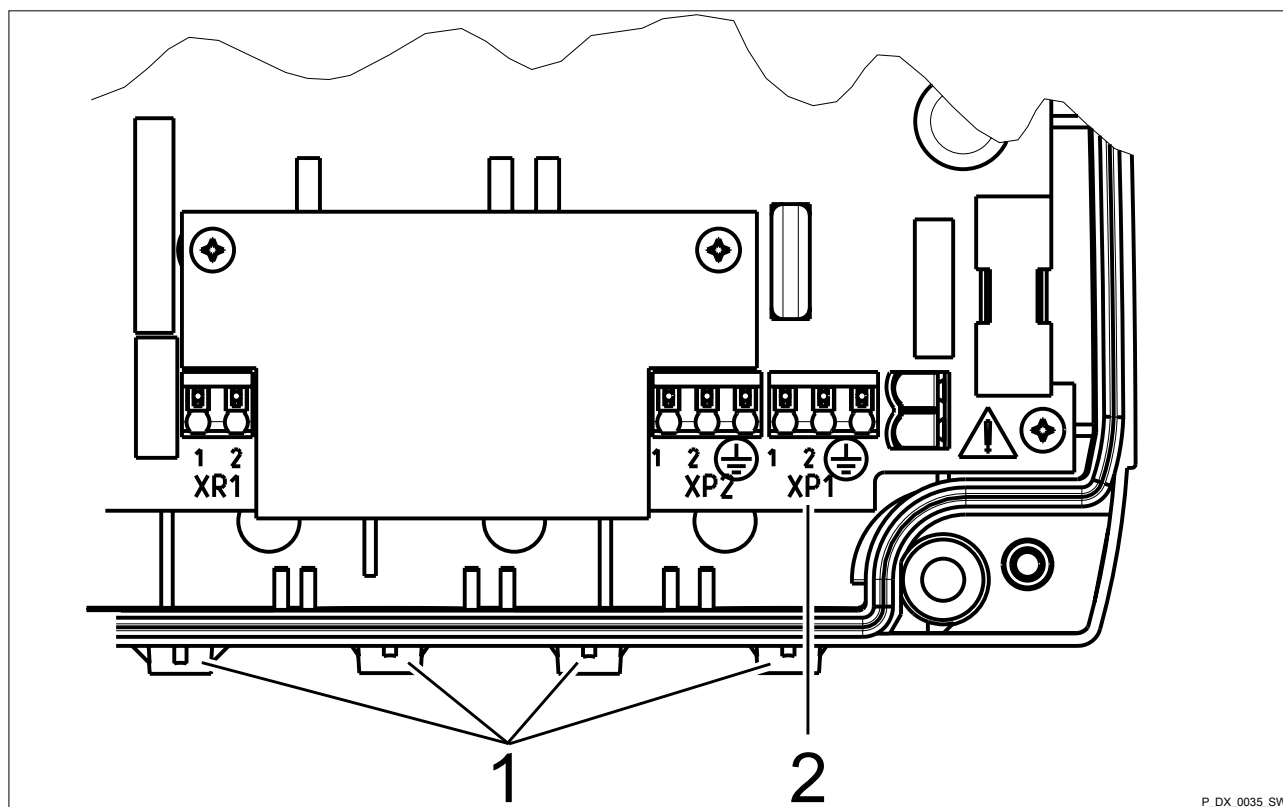

Fig. 10: Preparar la conexión de red
6. ➤ Conecte el cable de red al bloque de bornes XP1. Véase Fig. 10.